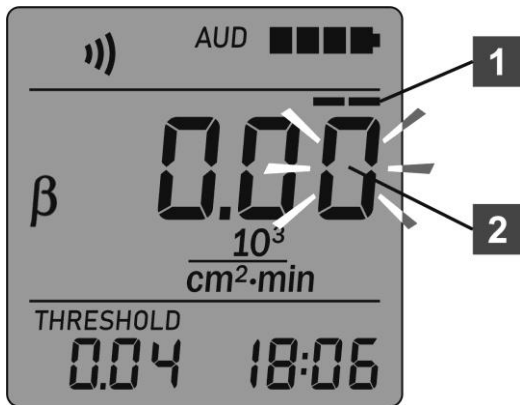

Рисунок 18 – РКІ дозиметра
Якщо і далі продовжити утримувати кнопку ПОРІГ, то через наступні дві секунди дозиметр перейде в підрежим програмування нових значень порогового рівня спрацьовування сигналізації та заданої статистичної похибки, а також увімкнення/вимкнення озвучування зареєстрованих гамма-квантів та бета частинок (рисунок 18). Ознакою цього підрежиму буде смуга (1), що «рухається» по індикатору миттєвого значення та мигання молодшого розряду (2) нового порогового рівня.